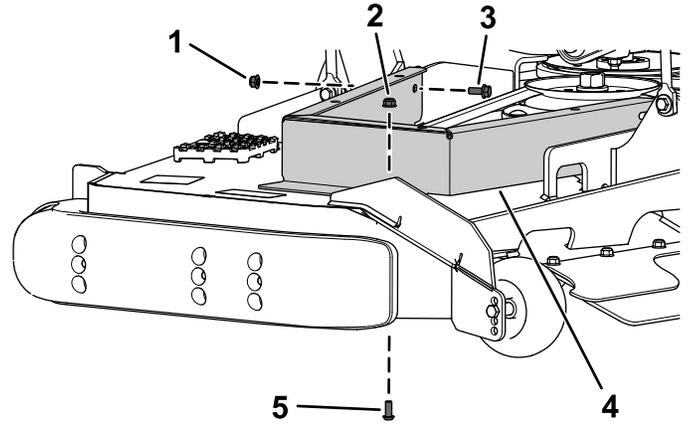

Bild 7
2. Befestigen Sie den linken Riemenscheibenabdeckung am Mähwerk mit der zuvor entfernten Halbrundschaube (5/16" x 3/4") und Bundmutter (5/16") und der neuen Bundkopfschraube (5/16" x 3/4") und Bundmutter (5/16"), wie in Bild 7 dargestellt.